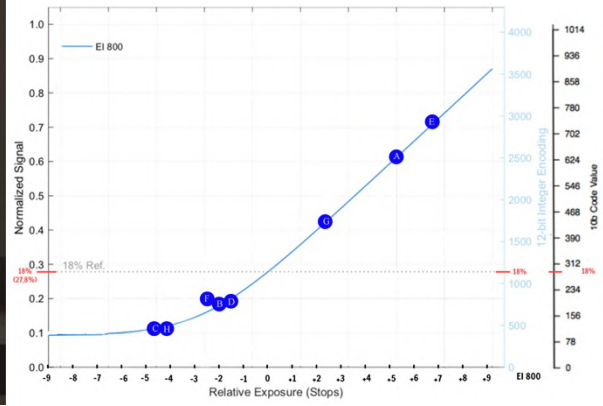

Figura 84. Alexa 35 4.6K 16:9 4608x2592 Arriraw HDE. EI800. ND 0.6 OBT 172.6 6500K. Textura K445 Default LogC4 a Rec 709. Lente Signature 40mm T 4 1/2
En este fotograma (figura 84) tenemos a nuestras modelos en el interior de la iglesia y al fondo, a través de la puerta abierta, se ve el parque que está a algo más de +7 stops (E) por encima del gris medio. Las zonas de sombra en los rostros se sitúan entre los -1 y -2 stops (B y D), siendo las maderas del banco (H) y el pelo de la modelo más oscura (C) los valores más bajos, entre los -4 y -5. Como vimos por pruebas anteriores y hemos constatado aquí, esa textura tanto del pelo como de la madera del banco se puede recuperar hasta el punto de construir unos negros con textura y profundidad.